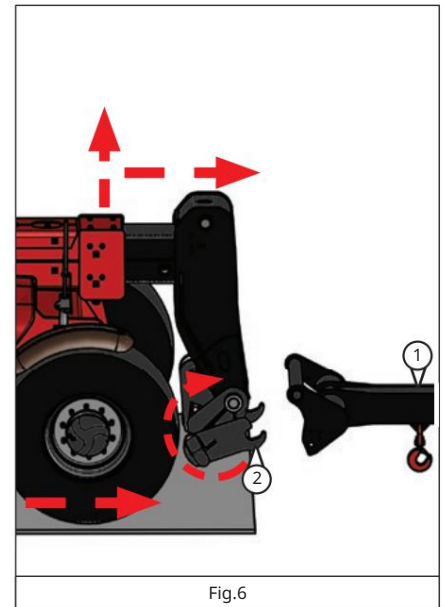

Fig.6
- Verificați dacă brațul (Fig.6, punctul 1) se află într-o poziție care facilitează conectarea cuplajului cu eliberare rapidă (Fig. 6, punctul 2).
- Poziționați stivuitoarea cu brațul coborât complet în față și paralel cu brațul și înclinați cuplajul cu eliberare rapidă în față (Fig.6, punctul 2).